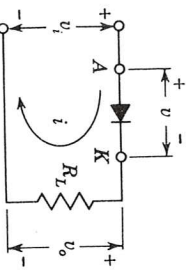
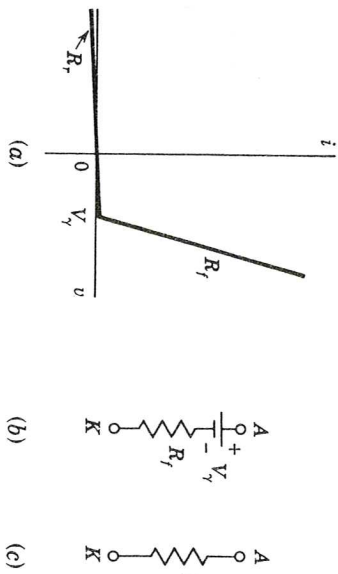

Figura 4.1
Figura 4.5
Nella figura 4.1 è mostrato il circuito fondamentale per il diodo: il dispositivo è inserito in serie a una resistenza di carico  $R_L$  e a un generatore di segnale
**La transcaratteristica.** La curva che stabilisce il legame tra la tensione di uscita  $v_o$  e la tensione di ingresso  $v_i$  di un dato circuito, è detta *transcaratteristica* o *caratteristica di trasmissione*. Poiché, come si vede nel circuito della figura 4.1,  $v_o = iR_L$ , in questo particolare circuito la caratteristica di trasferimento ha la stessa forma della caratteristica dinamica.
**Una semplice applicazione.** Nel circuito di base della figura 4.1 si applichi all'ingresso la tensione sinusoidale  $v_i = V_m \sin \alpha$ , dove  $\alpha = \omega t$ ,  $\omega = 2\pi f$  e  $f$  è la frequenza del segnale applicato. Si consideri per il diodo valido il modello lineare a tratti della figura 4.5 (con  $R_r = \infty$ ). La corrente diretta (con  $v_i > V_y$ ) si può ricavare dal circuito equivalente della figura 4.6a. Si ottiene